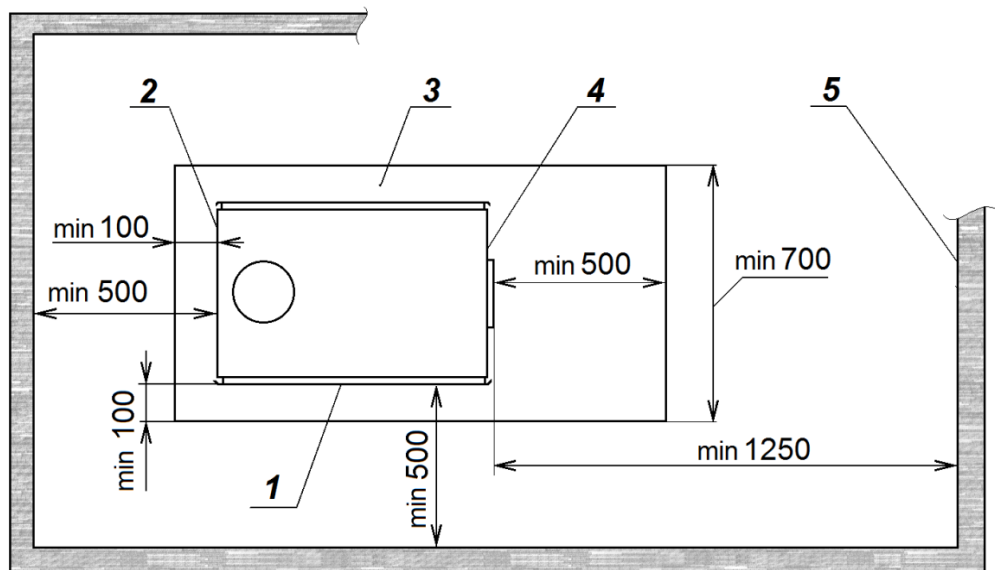

Рисунок 6. Установка печи в помещении:
5.3. Пол под печь должен быть выполнен из несгораемого материала. При установке на сгораемые конструкции здания, печь должна быть установлена на металлический лист толщиной не менее 1 мм (см. рис. 6). Перед печью, со стороны топочной дверцы, металлический лист должен выступать не менее чем на 500 мм, а ширина листа должна быть не менее 700 мм.
расстояний от стен и предметов обстановки (см. рис. 6).